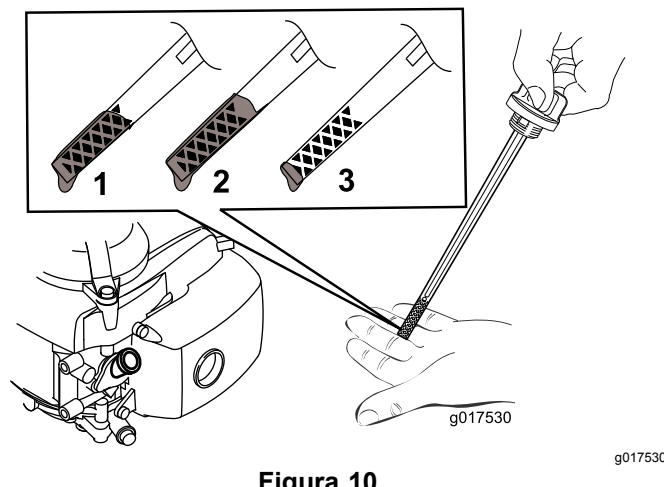

Figura 10
5. Per determinare qual è il corretto livello di olio sull'asta, vedere Figura 10.
Nota: Riempite la coppa dell'olio motore fino a quando l'asta di livello non indica che il livello dell'olio è corretto, come illustrato nella Figura 10. Se riempite eccessivamente il motore, estraete l'olio in eccesso come indicato in Cambio dell'olio motore \(pagina 15\).